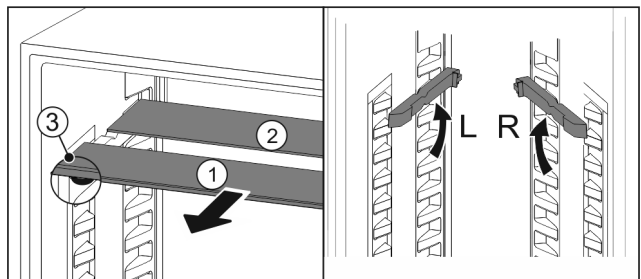

Fig. 110
- ▶ По одной извлеките Fig. 110 (1) стеклянные панели движением вперед.
- ▶ Стекла́нная панель Fig. 110 (1) с декоративной планкой лежит спереди.
- ▶ Стопоры Fig. 110 (3) показывают вниз.